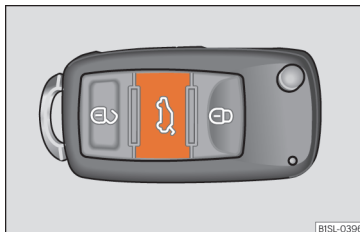

Abb. 107 Im Fahrzeugschlüssel: Taste zum Entriegeln und Öffnen der Heckklappe.
- Drücken Sie die Taste im Fahrzeugschlüssel »» **Abb. 107** etwa eine Sekunde lang, um die Heckklappe zu entriegeln.